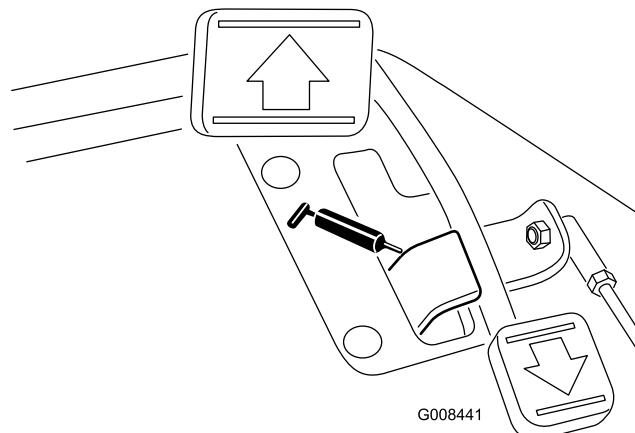

Figura 43
- Pedal de tracção articulado (1) (Figura 43)